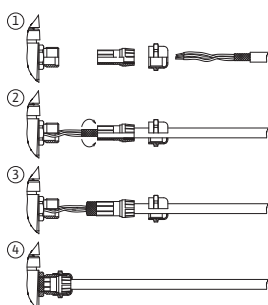

Fig. 29: Grampo de blindagem
A blindagem é ligada na passagem de cabos do módulo eletrónico. Ver Fig. 29.
Os cabos das entradas digitais, entradas analógicas e da comunicação bus devem ser blindados através do prensa-fios metálico da passagem do cabo (Fig. 21, pos. 4, 5 e 6). Blindagem, ver Fig. 29.